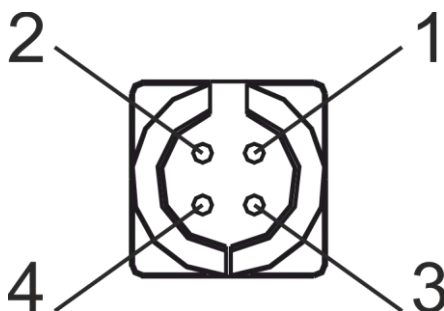

Рисунок 3.11 Разъем интерфейса RS-485
Преобразователь, изображенный на рисунке 3.10, можно подключить к измерительному блоку с помощью кабеля-удлинителя (см. рисунок. 3.11).
- 4.3** Для всех исполнений кроме ИВТМ-7 М 2(-Д)-В, ИВТМ-7 М 3(-Д)-В соединить измерительный блок с измерительным преобразователем напрямую или кабелем-удлинителем (см. рисунок 3.11). В случае если анализируемая среда предполагает содержание механической пыли, паров масла принять меры по их устранению.